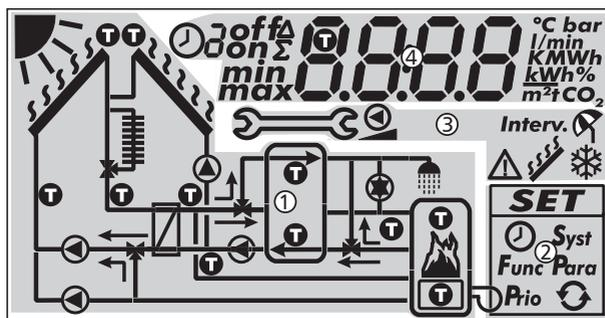

Fig. 8: Panoramica sulle aree del display (tutti gli elementi visibili)
La tabella seguente descrive i simboli nello schema del sistema (① nella Fig. 8).
Il menu delle impostazioni (② nella Fig. 8) contiene le seguenti voci:
La tabella seguente descrive i pittogrammi delle funzioni (③ nella Fig. 8).
La visualizzazione dei dati di funzionamento e delle impostazioni (④ in Fig. 8) è formato dai seguenti elementi:
①	<p>Simbolo per il comando a tempo delle funzioni. Il simbolo viene visualizzato se</p> <ul style="list-style-type: none"> • viene impostato un limite temporale o un comando a tempo, • viene visualizzato lo stato del limite temporale / comando a tempo, • il limite temporale blocca il comando in funzione della temperatura (simbolo lampeggiante).
②	<p>Numero della finestra temporale attualmente impostata/visualizzato nel menu delle impostazioni o in cui si trova l'ora attuale. Il comando a tempo di una funzione è composto da 1 o 3 finestre temporali impostabili. Esempio: finestra temporale 1: 06:00 – 08:00 finestra temporale 2: 11:00 – 12:30 finestra temporale 3: 17:00 – 19:00</p>
③	<p>Informazioni supplementari: on, off: stato di commutazione / condizioni di commutazione on, off max, min: valore massimo, valore minimo Σ: valore di funzionamento sommato dalla prima messa in funzione, non ripristinabile Δ: valore di funzionamento sommato dall'ultimo ripristino su 0</p>
④	<p>Il simbolo viene visualizzato se durante l'impostazione di una funzione viene selezionato un sensore di temperatura.</p>
⑤	<p>Visualizzazione di:</p> <ul style="list-style-type: none"> • valori di misurazione • valori di impostazione • codici errore • altre informazioni, per es. versione software
⑥	<p>Unità fisica del valore visualizzato in ⑤: °C, K, l/min, %, h, kWh, MWh, tCO₂</p>